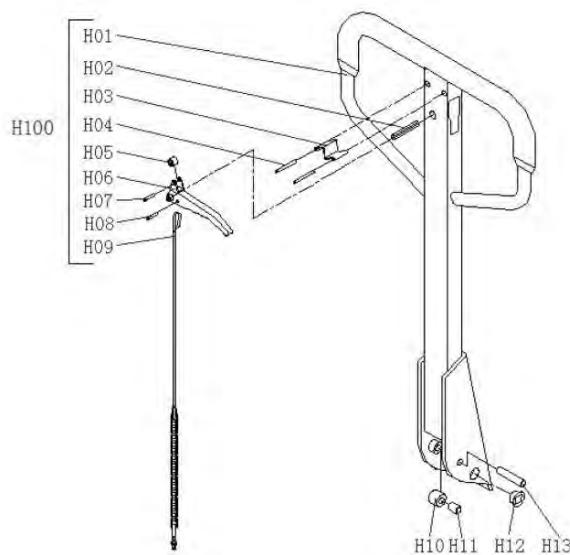

Рис.2
- Вставьте ось (В09) на одном конце корпуса гидроузла (В101), затем соедините корпус гидроузла (В101) и ручку (Н100). Обратите внимание на положение отверстия в оси (В09), пропустите стальную проволоку и гайку на цепи (Н09) через отверстие в оси (В09) (см. рисунок 2 и 3).